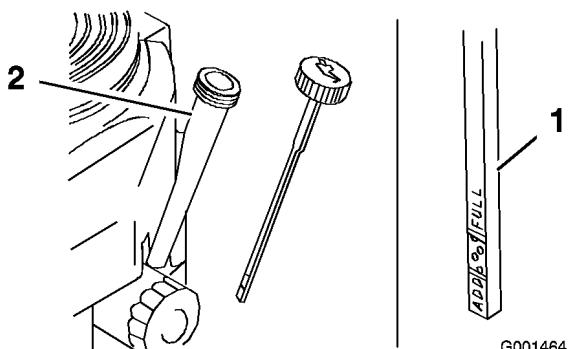

Figura 32
4. Limpie alrededor de la varilla de aceite (Figura 32) para impedir que caiga suciedad por el orificio de llenado y cause daños en el motor.
5. Desenrosque la varilla de aceite y límpie el extremo (Figura 32).
6. Deslice la varilla a fondo en el tubo de llenado, pero no la enrosque en el tubo (Figura 32).
9. Vierta lentamente un 80% aproximadamente de la cantidad especificada de aceite por el tubo de llenado (Figura 32).